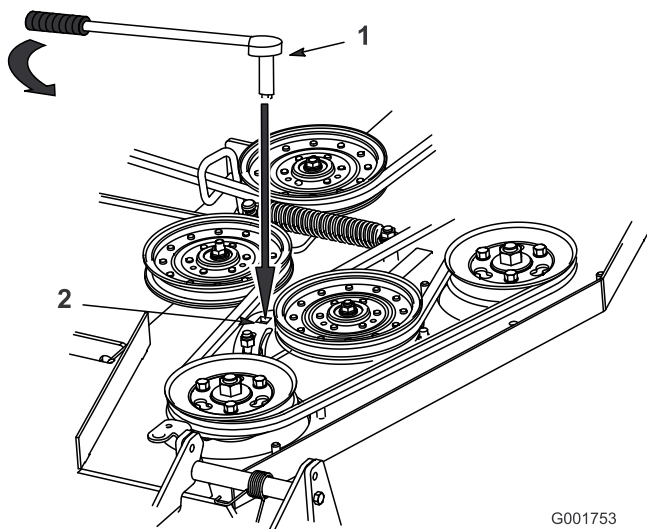

Figura 59
5. Si es necesario realizar un ajuste, afloje la chapa de la polea tensora para ajustarla (Figura 59).
6. Introduzca una llave de carraca en el taladro cuadrado de la chapa de la polea tensora del cortacésped para ajustar la tensión (Figura 59).
7. Para aumentar la tensión de la correa, gire la llave de carraca para desplazar el brazo de la polea tensora fija hasta que note una mayor resistencia y la polea tensora tensada con muelle deje de moverse (Figura 59).
8. Manteniendo la tensión de la correa, apriete los pernos que fijan la chapa de la polea tensora (Figura 59).
10. Ajuste la tensión de la correa y de la chapa de la polea tensora, si es necesario, y apriete firmemente todos los herrajes (Figura 59).